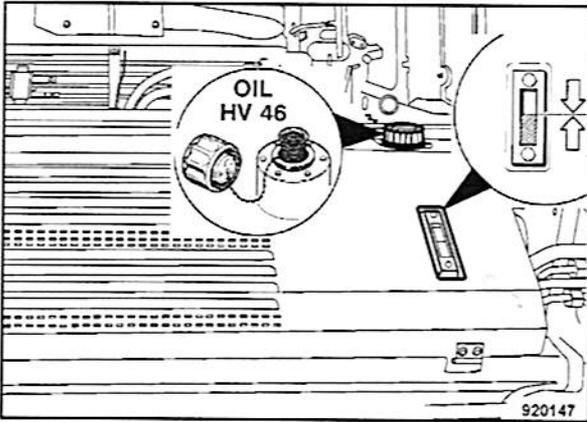

Fig. 176
- Rellenar el nuevo aceite hidráulico a través del tamiz (Fig. 176).